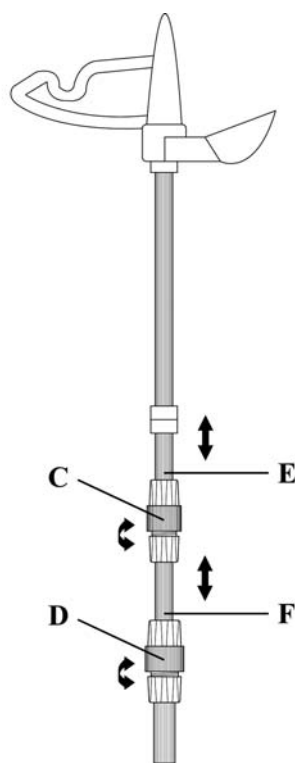

FIGURA 3
3. Afloje el tirador acaballado superior (FIGURA 3-C) girando en la dirección contraria a las manecillas del reloj. Jale la sección superior del Mástil Telescópico (FIGURA 3-E) hacia arriba para extenderlo a su altura completa. Re-apriete el tirador acaballado superior.
4. Afloje el tirador acaballado inferior (FIGURA 3-D) girándolo en la dirección contraria a las manecillas del reloj. Jale la sección medio del Mástil Telescópico (FIGURA 3-F) hacia arriba para extenderlo a su altura completa. Re-apriete el tirador acaballado superior.